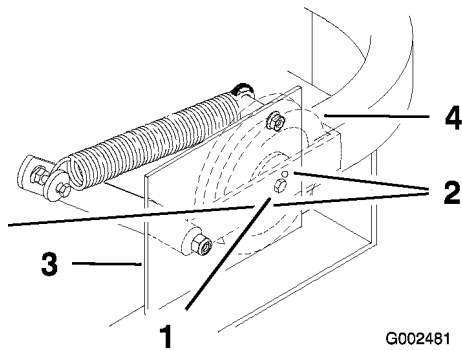

Bild 55
Wichtig: Stellen Sie sicher, dass der Riemen in die vorderen und hinteren Riemenführungen eingesetzt ist (Bild 55).
4. Prüfen Sie die Riemen Spannung. Die gefederte Zentrierspannschraube sollte in der linken Stützplatte in der Nähe des oberen Einstellochs sein (Bild 55).